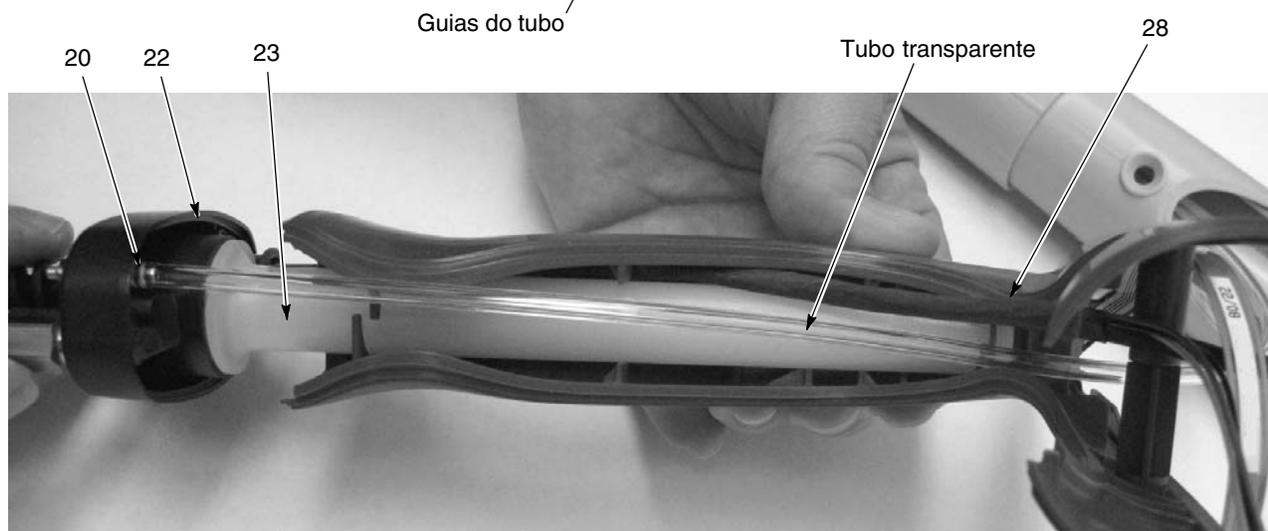

Figura 5-11 Montagem dos punhos e da base
6. Consulte a figura 5-11. Enfie os conectores do cabo e do fio de ligação à terra na parte dianteira do punho, depois introduza o tubo de entrada, através das guias do tubo, no conjunto do punho enquanto dispõe o cabo através do punho, como ilustrado. Pare quando a base se encontrar aproximadamente a 1,5-2 polegadas (38-50 mm) da parte inferior do conjunto do punho.
7. Ligue o tubo transparente de 4 mm (faz parte do conjunto do filtro, item 4) à união estriada (20) situada na base do punho.